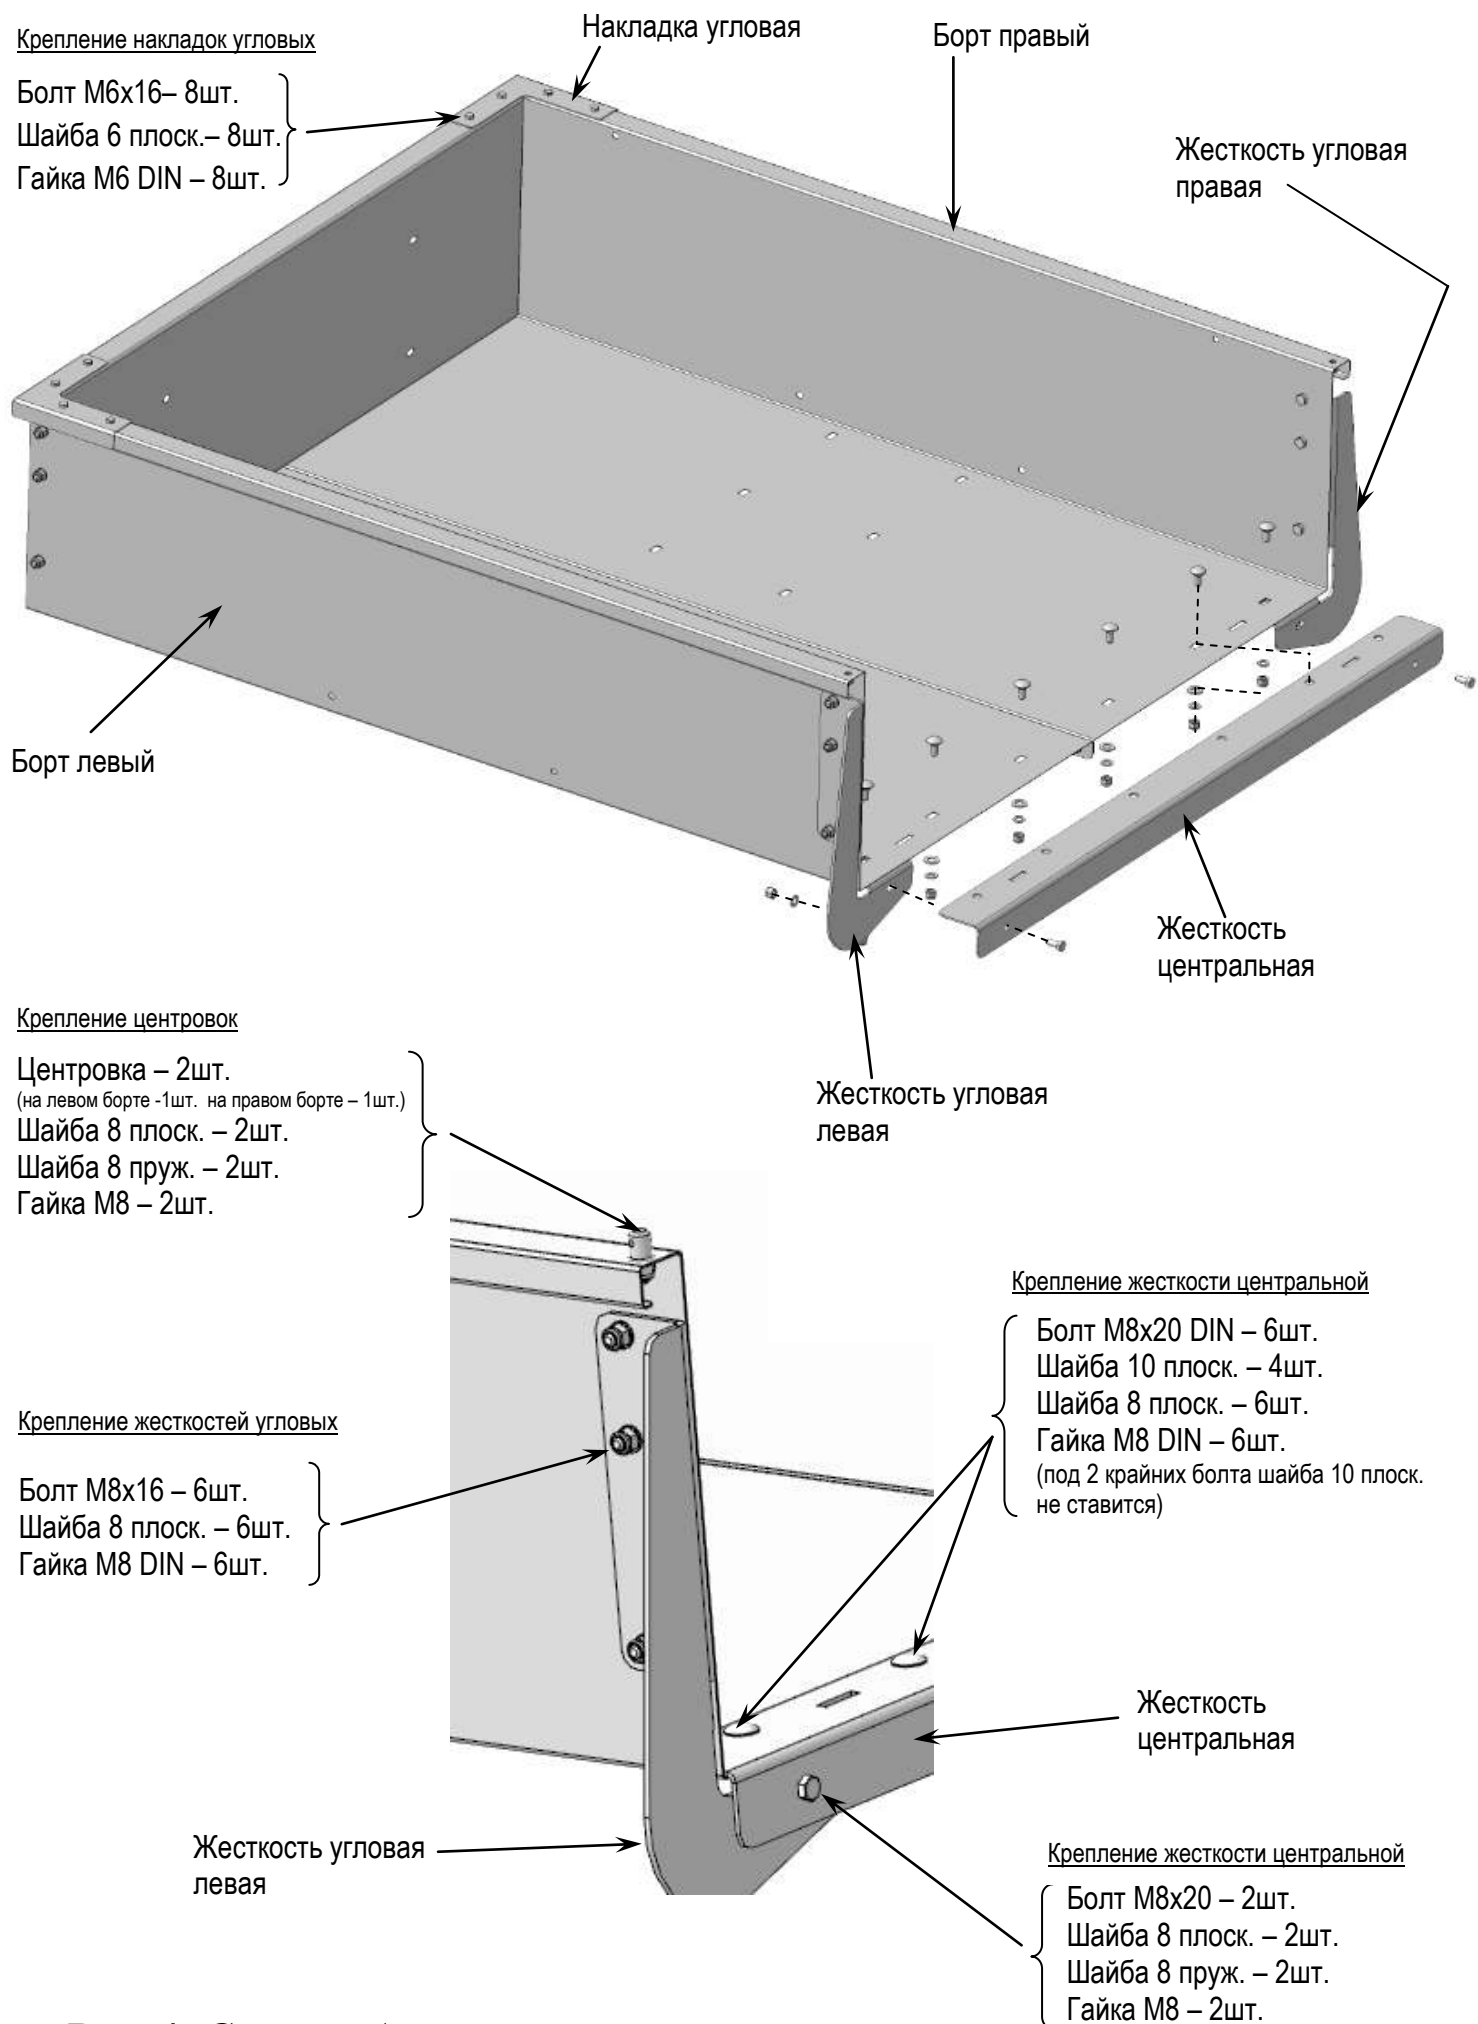
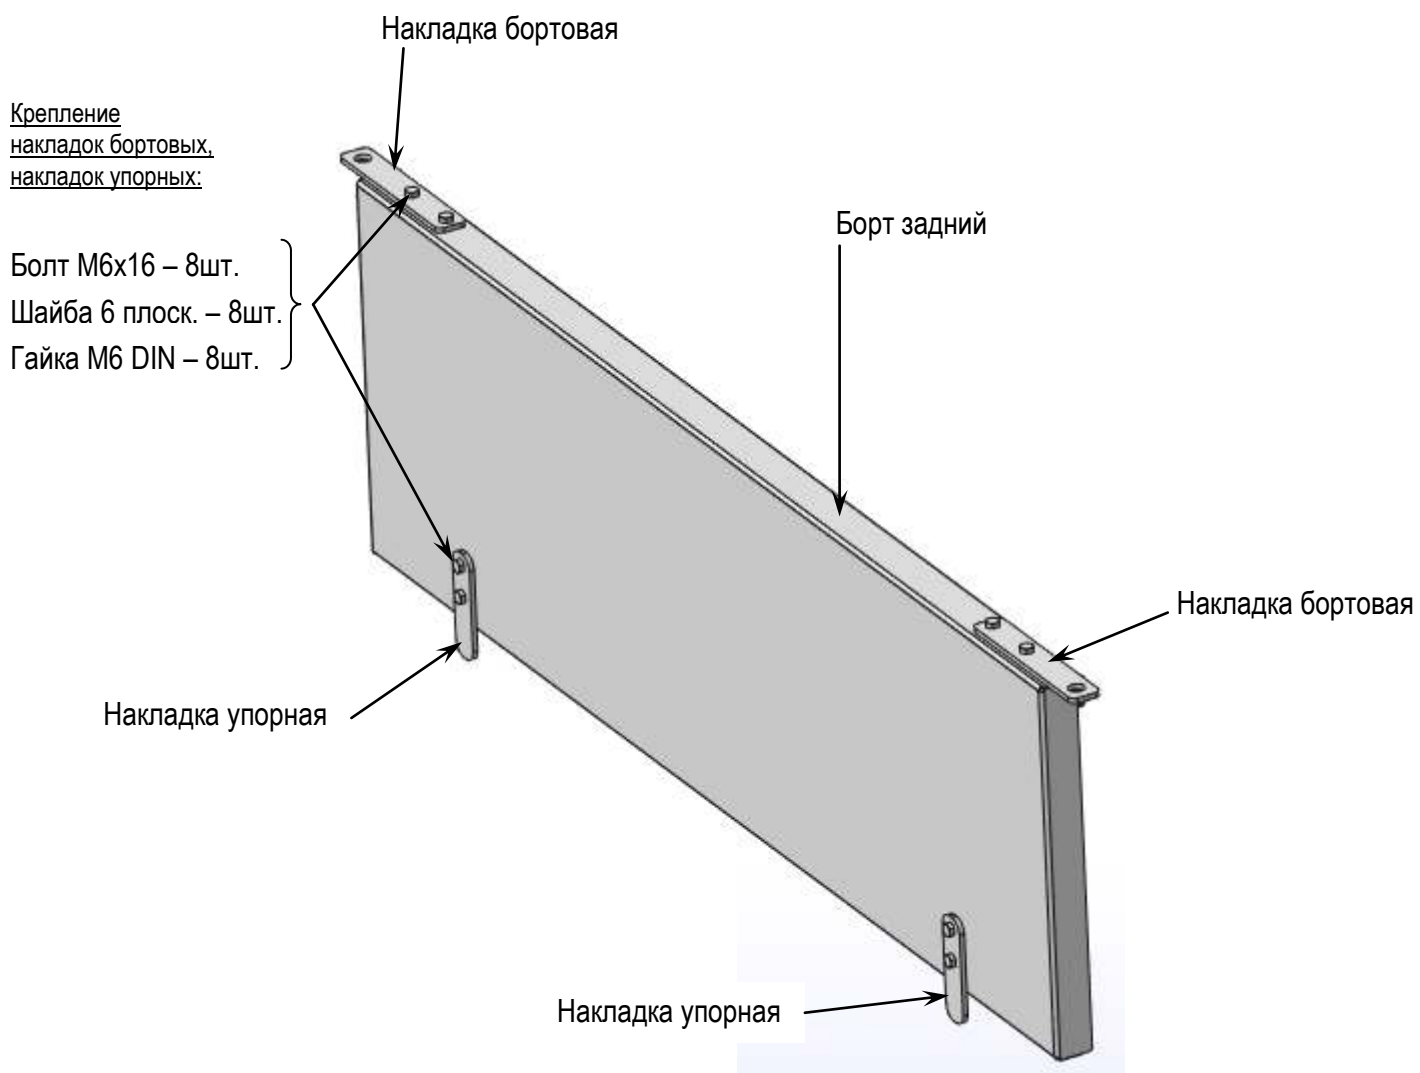
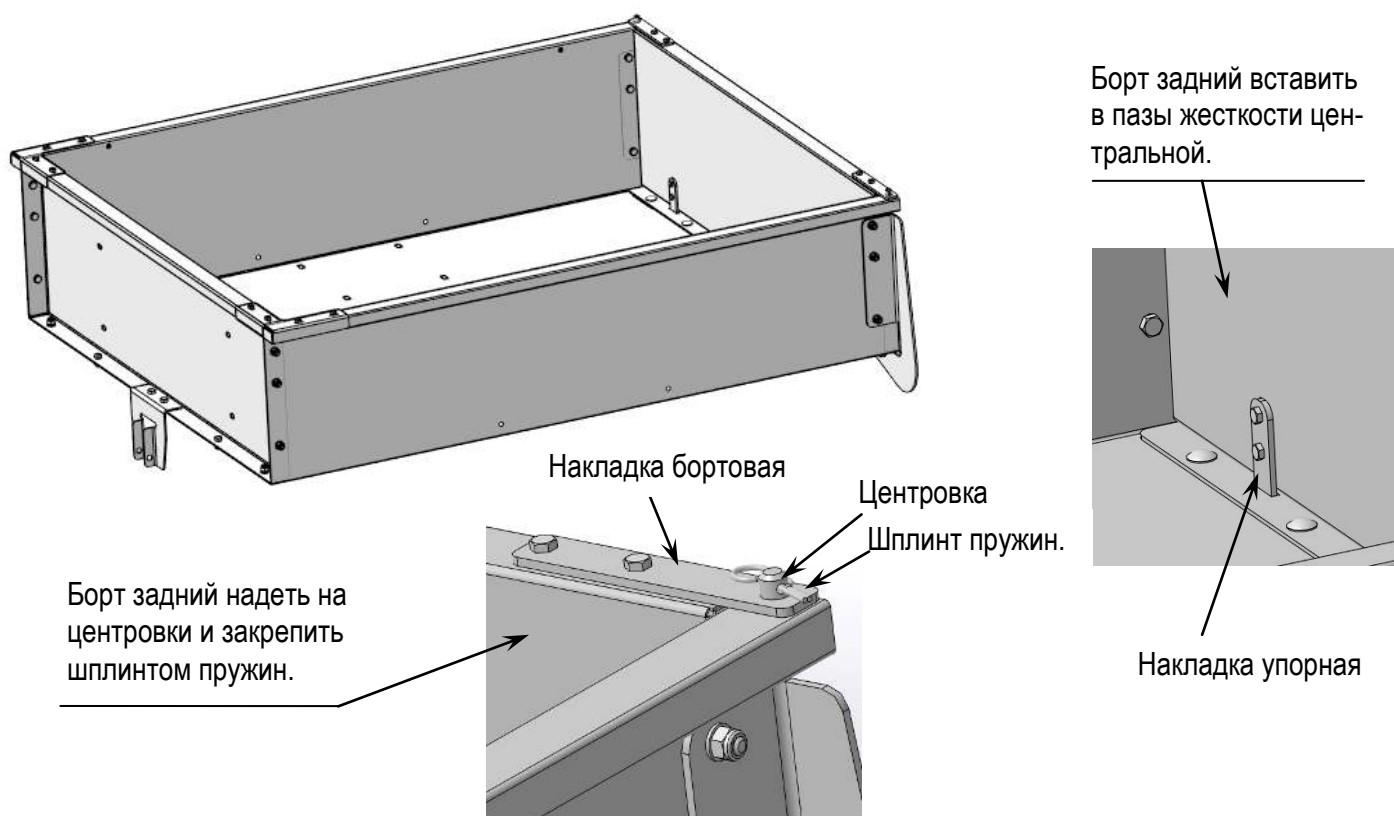

Рис.4 Схема сборки кузова.
Рис.5 Схема сборки борта заднего.
Рис.6 Кузов в сборе.
2. Собрать кузов – Рис.3; Рис.4; Рис.5; Рис.6.